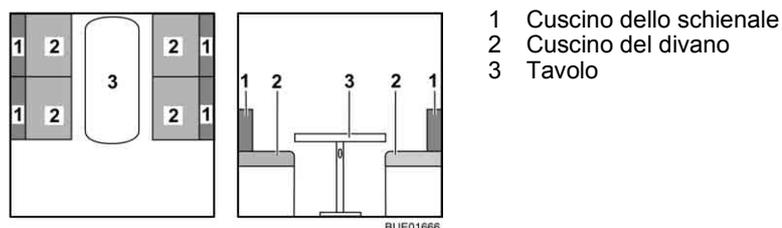

Fig. 93 Prima della trasformazione
- Riporre tutti i cuscini degli schienali (Fig. 93,1).
- Trasformare il tavolo (Fig. 93,3) in struttura di supporto letto (vedi paragrafo 6.12).